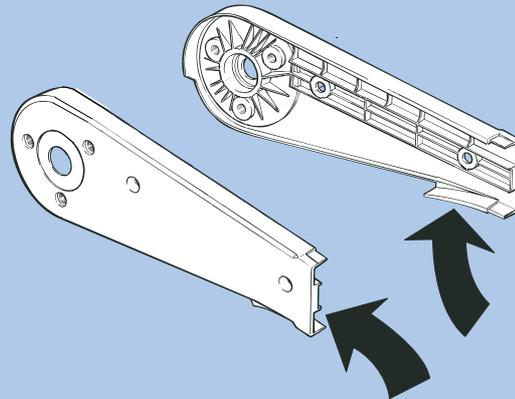

Figura 2. Guías de cadena integradas en los extremos.
- Guías integradas en los extremos de la unidad de tracción (figura 2).